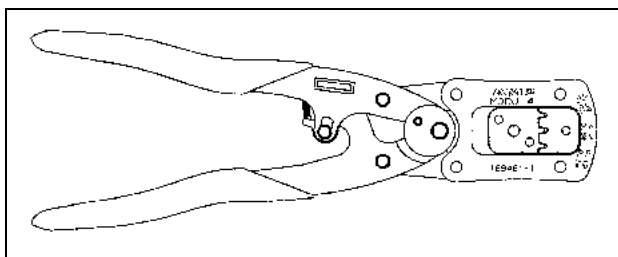

figura 14.10: Pinze Tyco AMP Modu 4 169481-1
- Pinze Tyco AMP Modu 4 169481-1 (vedere figura 14.10)